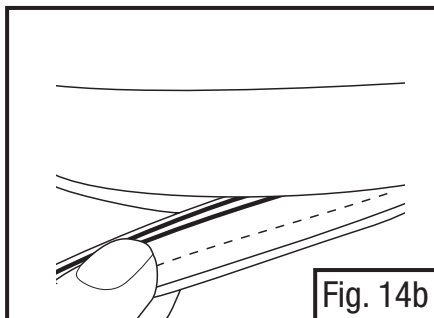

Fig. 14b
- Saisir le joint d'étanchéité noir de la cagoule extérieure et le retirer doucement en petites sections en ligne droite, tout le tour de la cagoule extérieure (Fig. 14b).